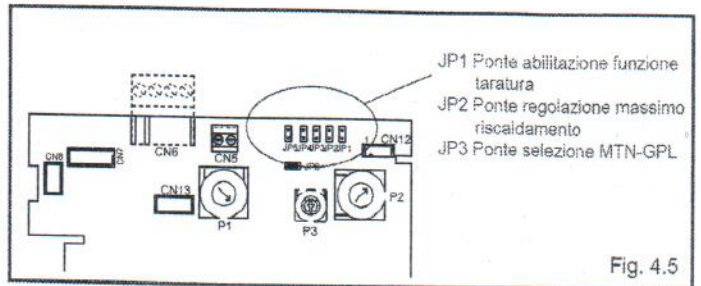

Fig. 4.5
**!** La funzione "regolazione elettrica" viene attivata e disattivata esclusivamente dal jumper (JP1) (fig. 4.5).
- inserire il jumper JP1 (fig. 4.5) per abilitare le manopole poste sul pannello di comando alle funzioni di regolazioni del minimo e del massimo riscaldamento.
- inserire il jumper JP2 (fig. 4.5)
- sulla scheda di controllo (fig. 4.5):